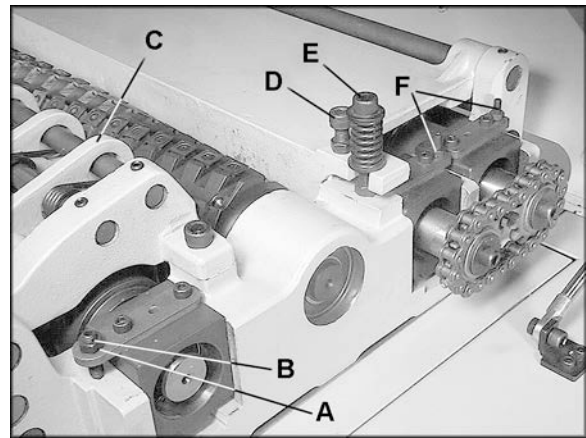
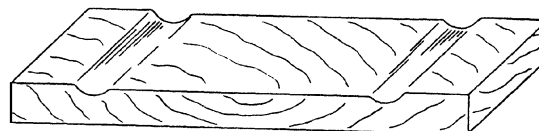

Рис. 11
Рис. 16
5. Если эта величина не составляет 1,6 мм, скорректируйте ее, ослабив гайку (А, Рисунок 11) и повернув регулировочный винт (В, Рисунок 11) с помощью шестигранного ключа.
6. Переместите индикатор на крайний противоположный край ролика подачи и повторите измерение. Внесите необходимые корректировки. При завершении затяните шестигранные гайки (А, рис. 11).
Стружколоматель (С, Рисунок 11) представляет собой группу подпружиненных секций, установленных на стержне, который дополняет ролик подачи. Функция стружколомателя: ломать крупную стружку на мелкие части, избежать раздробления древесины, избежать отскакивание более тонких заготовок, удалять стружку со станка и обрабатывать несколько заготовок.
Используйте индикатор, чтобы установить прижимную планку по всей длине на расстоянии 0,00 ... 0,02 мм ниже поверхности ножевого вала. На рис. 11 показан винт для регулировки высоты (D) и винт для регулировки натяжения пружины (E) прижимной планки. Это начальное положение является отправной точкой, окончательная корректировка может потребоваться во время тестового запуска.
При необходимости отрегулируйте положение с помощью винтов (F, Рисунок 11). По завершении регулировки затяните гайки на винтах (F, Рисунок 11).
Следы от прижима возникают на расстоянии 152 мм с каждого края заготовки, когда давление прижимной планки слишком высоко. См. рис. 16. Поверните оба регулировочных винта, правый и левый, см. рис. 11, одинаково на 1/4 оборота и менее по часовой стрелке и произведите глубокий (1,59 мм) рез. Снова осмотрите доску.